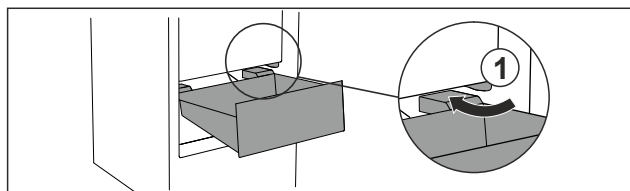

Fig. 106
- Lade schuin rond de stoppers Fig. 106 (1) leiden.